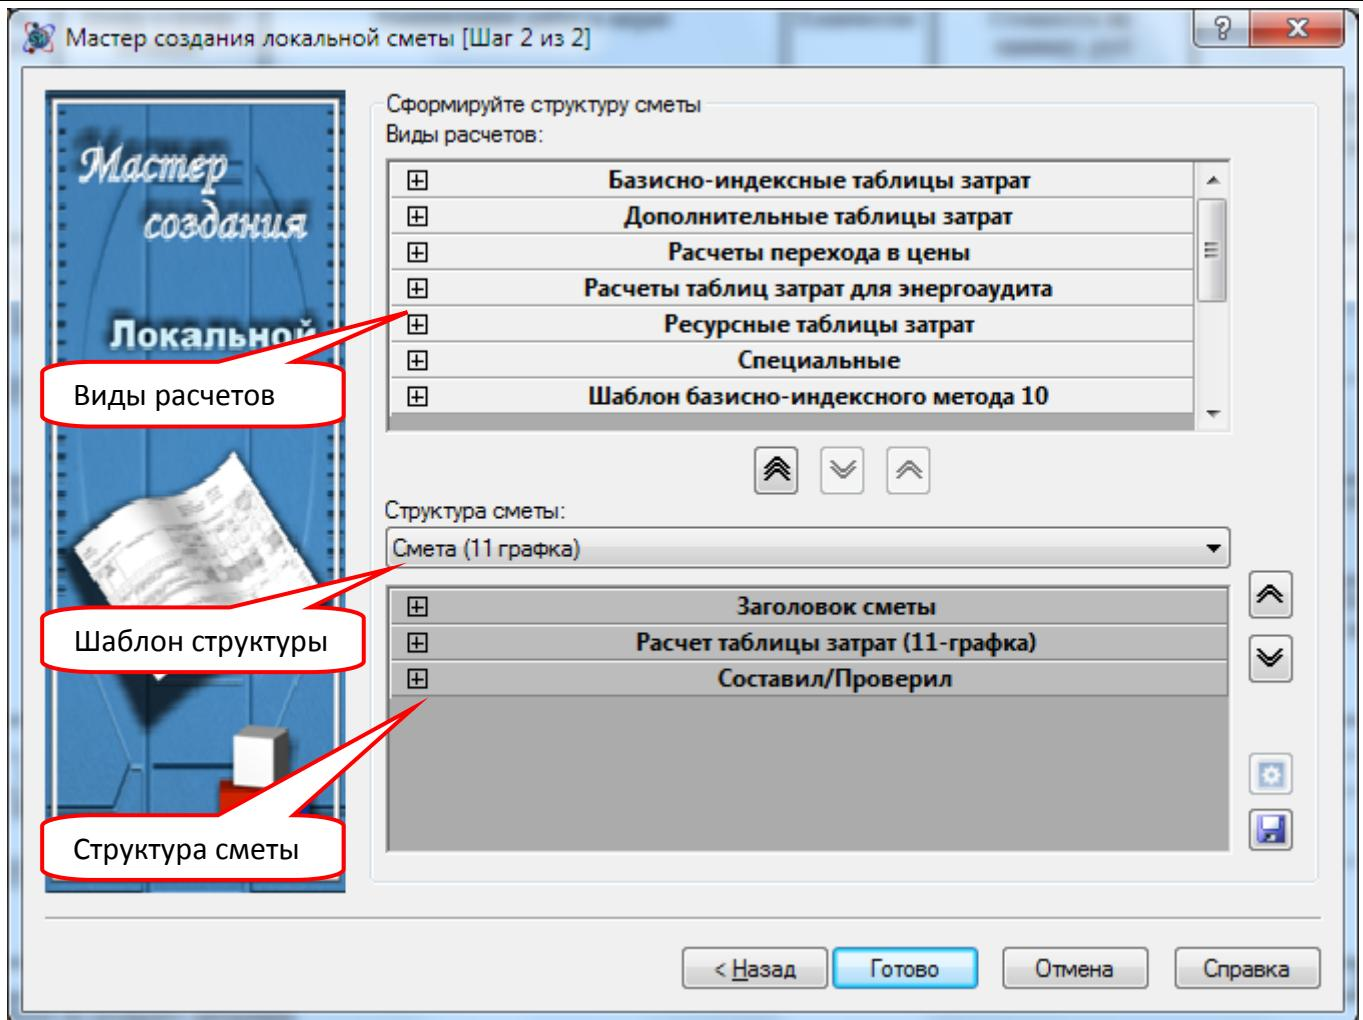

Рис. 3.4 Диалоговое окно Мастер создания локальной сметы (Шаг 2)
5. На втором шаге *Мастера создания локальной сметы* (рис. 3.4) производится сформирование структуры расчетов создаваемой формы. При помощи списка Структура сметы необходимо выбрать шаблон, на основании которого будет сформирована структура локальной сметы. Подробнее о ручном формировании структуры локальной сметы и работе с шаблонами в разделе 4.2. Локальная смета.